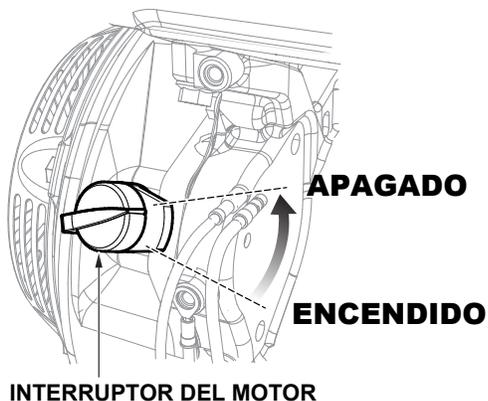

Figura 40. Interruptor de ENCENDIDO/APAGADO del motor (**APAGADO**)
2. Suelte la palanca y ponga el interruptor de ENCENDIDO/APAGADO en la posición de **APAGADO** (Figura 40).